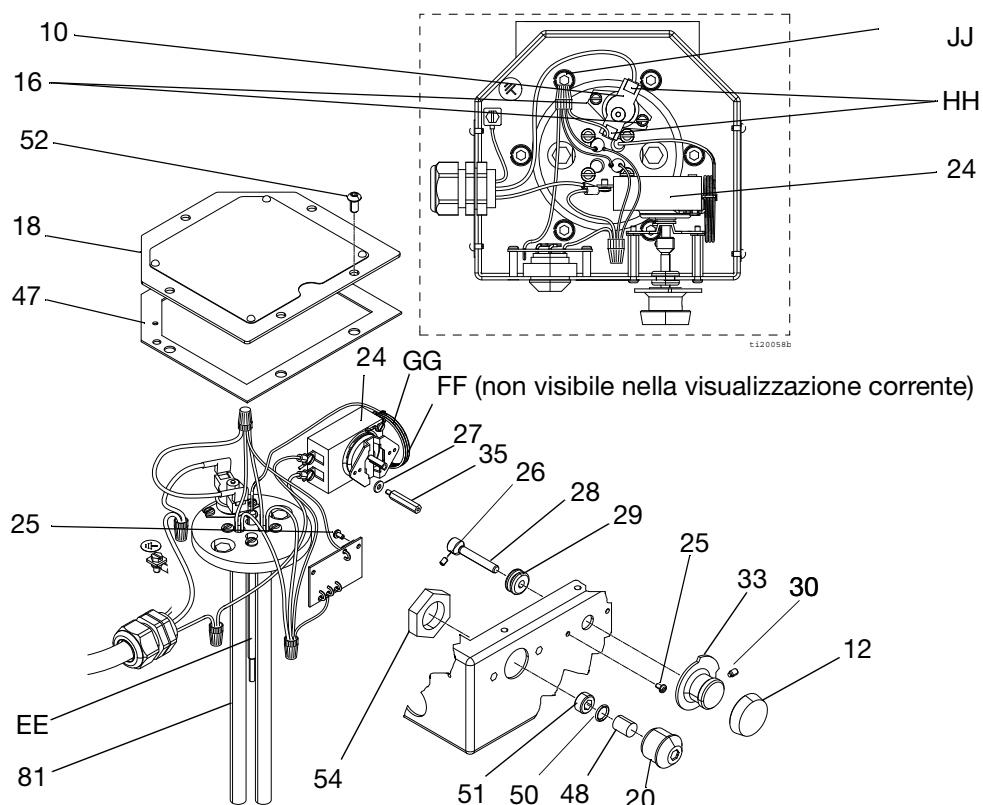

FIG. 12: Riparazione del termostato
(Per il modello con termostato, vedere FIG. 12 a pagina 21)
Questa procedura si applica solo ai riscaldatori controllati con termostato. Vedere la **Fig. 12: Riparazione del termostato** a pagina 21.
- Fare riferimento a FIG. 12 o FIG. 13 a pagina 21 per i collegamenti elettrici.
- **Solo modelli 262853 e 24W612:** Accertarsi che il nucleo (68) sia allineato con lo spinotto del tappo (82) nell'alloggiamento (67).
- Accertarsi che la guarnizione (47) sia inserita e allineata ai fori per le viti del quadro elettrico.
- Fissare il coperchio (18) con le viti (52). Serrare le viti a 10 N•m (85-90 in-lb).